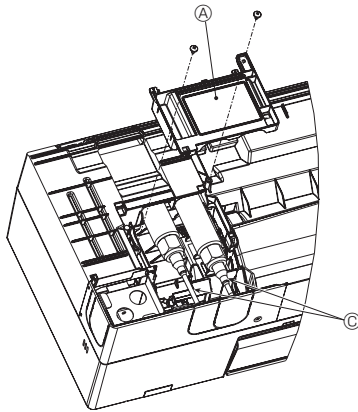

Fig. 3-16
- (4) Retire la cubierta de la caja ①. (Fig. 3-16)
- (5) Afloje la tuerca del lado de la tubería en forma de L con dos llaves y retire y deseche la tubería ⑥.